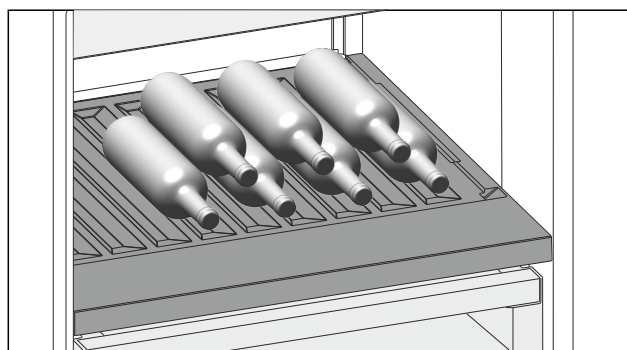

Fig. 117
- Láhve ukládejte dnem dozadu k zadní stěně. (viz Fig. 117)